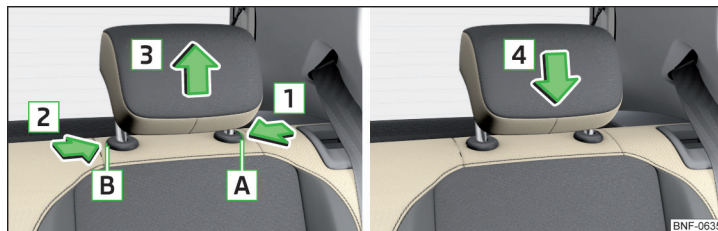

Fig. 52 Udtagning/isætning af hovedstøtte bagi
- Hold låseknappen **A** inde i pilens retning **1**, tryk samtidig låseknappen i åbningen **B** i pilens retning **2** med bilnøglen, og tag støtten ud i pilens retning **3** » Fig. 52.